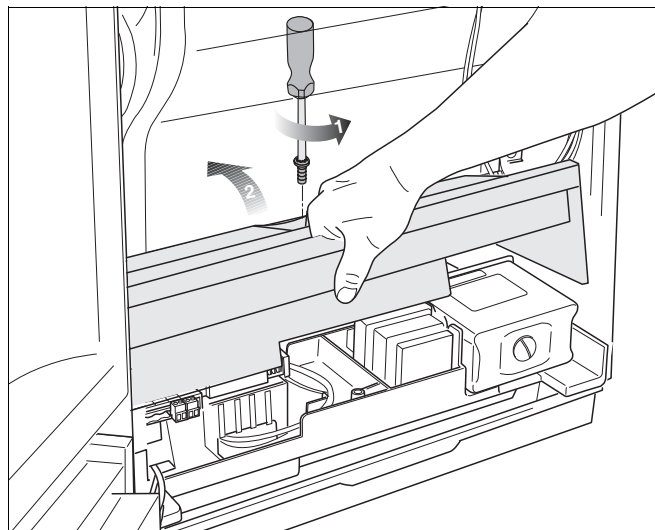

Bild 24 Fäll skyddet för den elektriska anslutningen uppåt
- Lossa skruv 1 i skyddet till den elektriska anslutningen och fäll skyddet uppåt (bild 24).